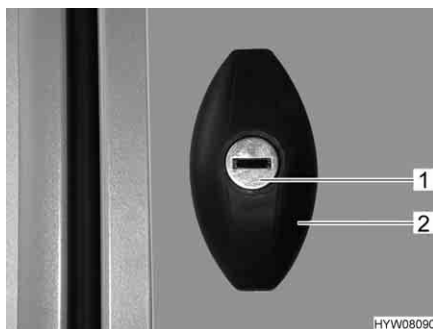

Fig. 22 Serratura dello sportello, ellittico, chiuso
- Inserire la chiave nel cilindro della serratura (Fig. 22,1) e ruotare in senso antiorario di un mezzo giro. La maniglia della serratura (Fig. 22,2) scatta all'infuori.